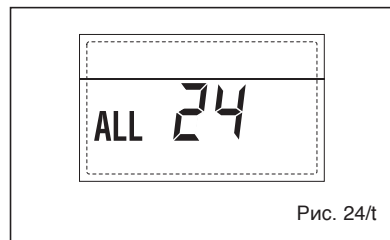

Рис. 24/т
**– НЕПОЛАДКА ДАТЧИКА СОЛНЕЧНОГО ВОДОНАГРЕВАТЕЛЯ (S2) “ТРЕВ 25” (рис. 24/и)**